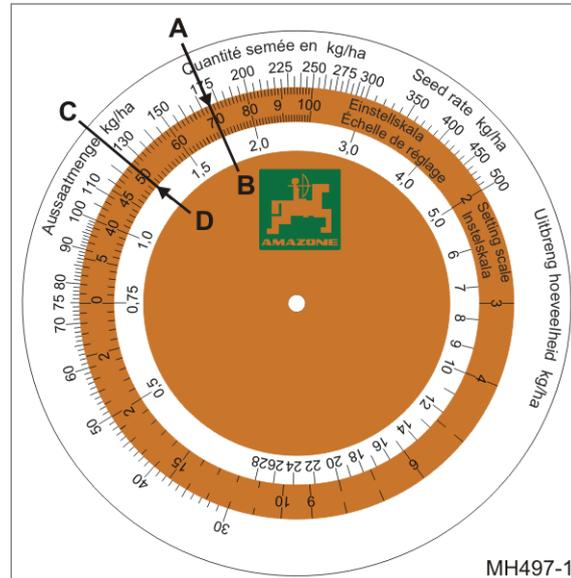

Fig. 152
- o errechnete Ausbringung 175 kg/ha (Fig. 152/A)
- o Getriebestellung 70 (Fig. 152/B)
2. Die Getriebestellung für die gewünschte Ausbringung von 125 kg/ha (Fig. 152/C) auf der Rechenscheibe ablesen.
- Getriebestellung 50 (Fig. 152/D).